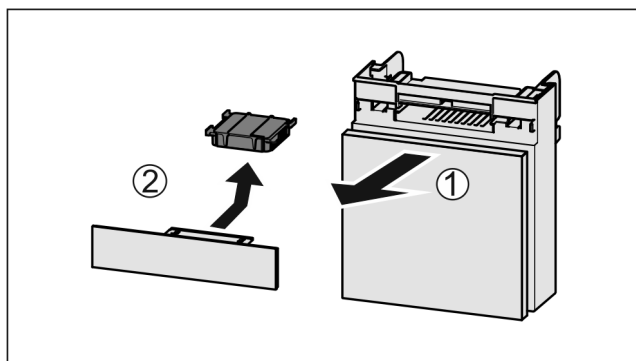

Fig. 131
- ▶ Вытянуть Fig. 131 (1) отделение движением вперед.
- ▶ Извлечение Fig. 131 (2) фильтра с активированным углем.